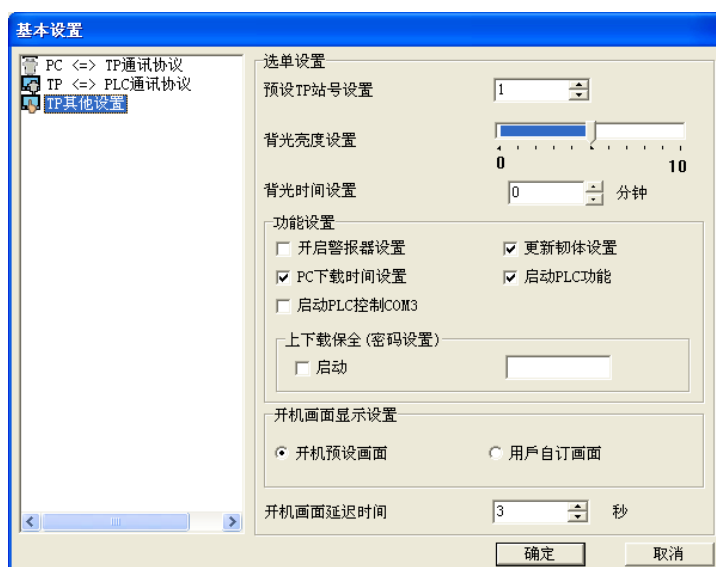

图 3-15 TP 其它设置
- **TP 其它设置**：用于 TP 硬件相关设置，包括设置 TP 站号、TP 屏幕背光亮度设置等等，依据机种支持的功能有所不同；「背光时间设置」后会根据设置的时间关闭屏幕背光，若设为 0 时则屏幕常亮；勾选「开启警报器设置」将会启动 TP 的警报器；勾选「PC 下载时间设置」时会将计算机的时间下载到 TP 的 RTC 时间中；勾选「更新固件设置」时，若检测到联机机种目前的固件版本较旧的情况时，上下载时将自动弹出更新固件对话框与说明文件，提示使用者更新；勾选「启动 PLC 功能」时，将会启动内建 PLC 运作，取消勾选则停用 PLC，将可节省系统资源提升画面更新的速度；勾选「启动 PLC 控制 COM3」时会 COM3 分配给内建 PLC 使用，否则供 TP 使用；若启用「上下载保全（密码设置）」且输入密码，下载到 TP 人机后，之后对 TP 人机进行上下载时，TP 人机会出现窗口询问密码；「开机画面显示设置」可选择使用预设画面或用户自订画面，并可设置开机画面的延迟时间，如图 3-15。